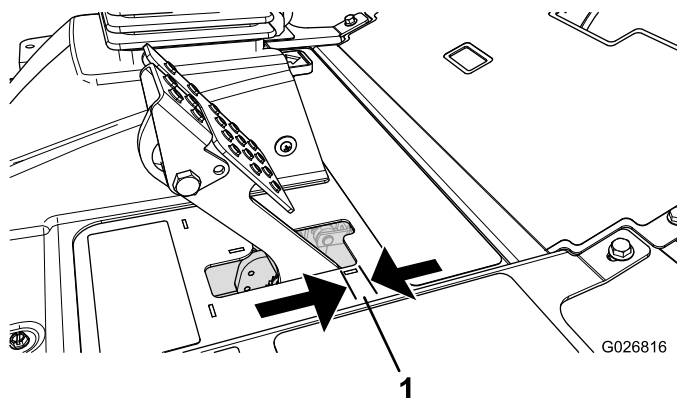

Figura 51
Ajuste los frenos si el pedal de freno tiene más de 2,5 cm de holgura (Figura 51), o cuando se necesite más fuerza para frenar. La holgura es la distancia que recorre el pedal de freno antes de notarse una resistencia de frenado.
2. Apriete la tuerca trasera para mover el cable hacia atrás hasta que los pedales de freno tengan una holgura de 6,3 a 12,7 mm (Figura 51) antes de bloquearse las ruedas.